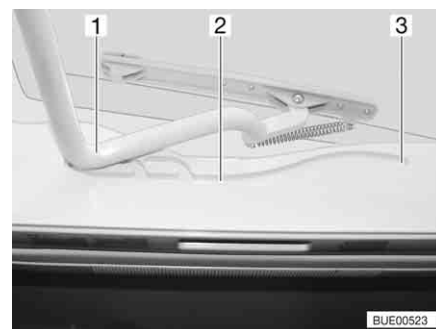

Fig. 41 Guida (oblò Heki)
■ Tirare la staffa (Fig. 41,1) nelle guide (Fig. 41,2) fino alla posizione più all'indietro (Fig. 41,3).
- Spingere la staffa (Fig. 41,1) leggermente verso l'alto con ambedue le mani.
- Tirare la staffa nelle guide (Fig. 41,2) fino alla posizione desiderata.